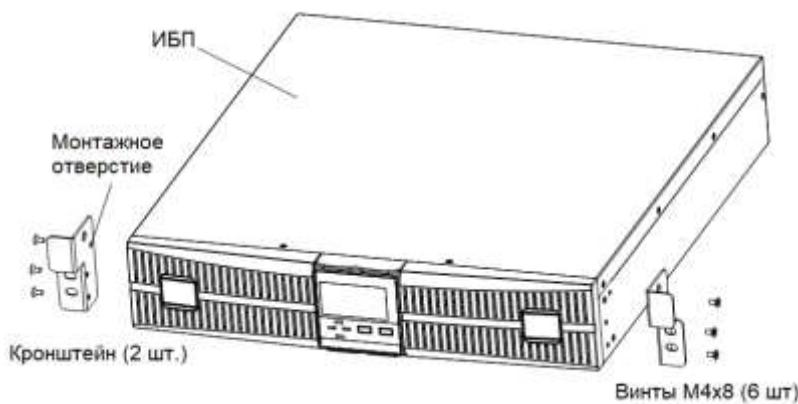

Рис.4-7 Монтажные кронштейны
1. Возьмите из набора запчастей 2 кронштейна и 6 винтов M4 × 10 и закрепите кронштейны на ИБП болтами через монтажные отверстия в кронштейнах, как показано на Рис.4-7.